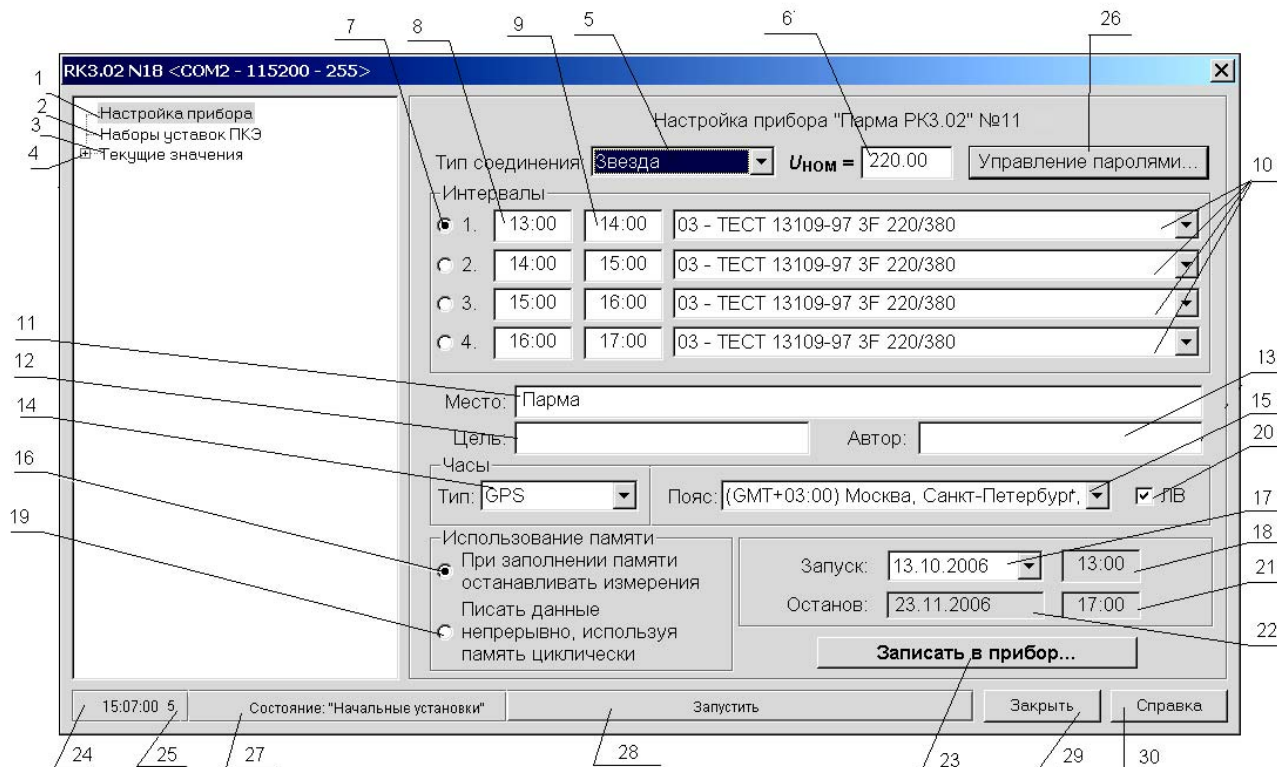

Рисунок 16
– (26) – кнопка Управление паролями – предназначена для активизации диалогового окна управления системой паролей (пользовательским или системным);
– (27) – (рисунок 16) – Строка состояния – предназначена для отображения текущего состояния работы регистратора «Состояние: «Начальные уставки», «Состояние: «Работа» и «Состояние: «Отчет». Если память регистратора не заполнена, то после подключения индицируется надпись «Состояние: «Начальные уставки», после настройки регистратора пользователь имеет возможность перейти к регистрации, в режим «Состояние «Работа» – при этом индицируется надпись **“Состояние: “Работа”**; по окончании регистрации (например, по ГОСТ 13109-97 - через сутки), или при останове регистрации пользователем – регистратор переходит в режим «Состояние «Отчет» – индицируется надпись **“Состояние: “Отчет”**;
– (28) – кнопка Запустить – предназначена для запуска регистрации и перехода в режим «Состояние «Работа». После активизации команды «Запустить», программа запросит пароль;
– (29) – кнопка Закрывать – предназначена для закрытия меню «Состояние «Начальные установки»;
– (30) – кнопка Справка – предназначена для помощи пользователю при работе с меню «Настройка прибора».
7.2.1.22 В случае возникновения необходимости смены пароля (системного или пользовательского), необходимо в меню «Настройки прибора» (рисунок 16) активизировать кнопку «Управление паролями» (26), при этом откроется окно, как показано на рисунке 26